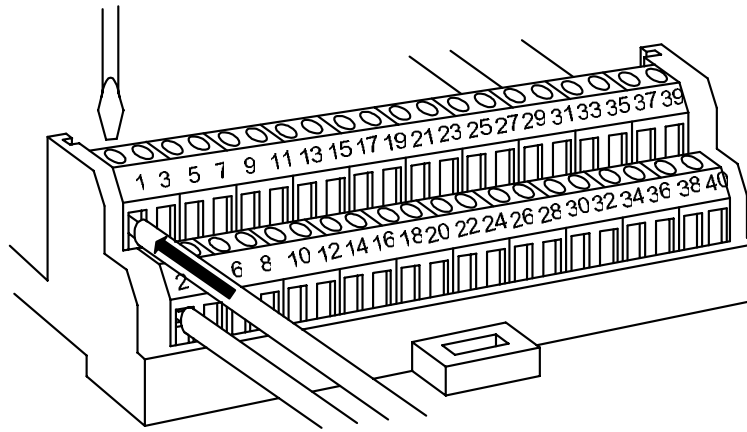

图 20 信号电缆的连接
- 3 把信号电缆插入接线端子的对应通道，用小一字螺丝刀拧紧固定螺钉，如图 20 所示。